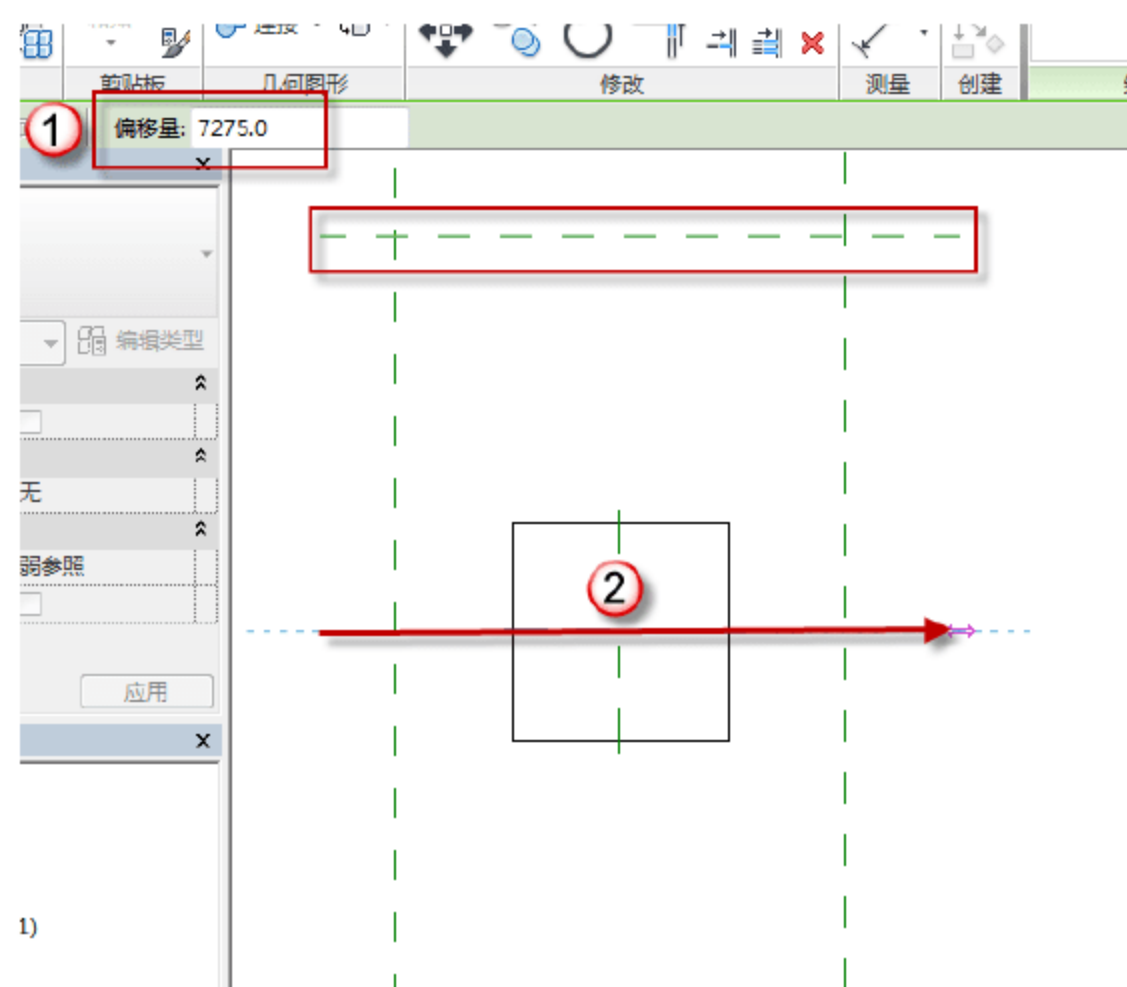

图 12.1.29 绘制辅助线
(4) 绘制辅助线。按快捷键 R+P，在“偏移量”后输入“7275”字样，然后绘制辅助线，如图 12.1.29 所示。